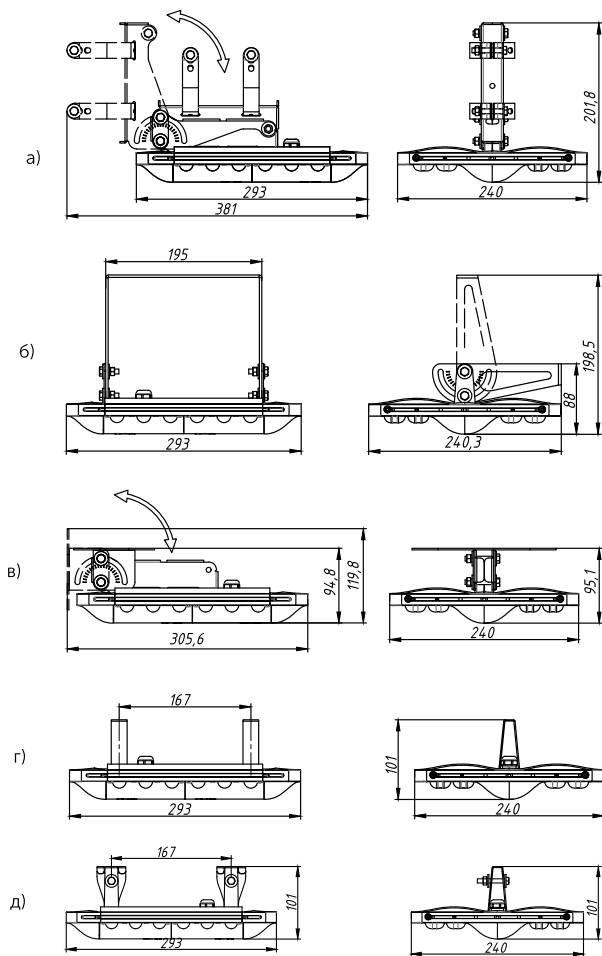

Рисунок 2 – Варианты крепления светильника Nova (на примере Nova 50Вт Ш1):
3.3. Конструкцией задней части светильника предусмотрена установка системы крепления (см. рисунок 2). В зависимости от варианта установки светильника существует 5 типов крепления:
- 5.4.2. Открутите боковую крышку. Распакуйте крепление и установите на светильнике. (см рисунок 2, а). Заведите крепление в паз на корпусе светильника. Для фиксации крепления на корпусе светильника имеются 2 отверстия. Совместите отверстия на креплении с отверстиями на корпусе. Вкрутите два винта М3, идущих в комплекте для фиксации крепления на корпусе светильника. Прикрутите боковую крышку. Финальное расположение крепления Консоль указано на рисунке 2, а.
- 5.5.1. Открутите боковую крышку. Распакуйте крепление и установите на светильнике. (см рисунок 2, б). Заведите крепление в паз на корпусе светильника. Для фиксации крепления на корпусе светильника имеются 2 отверстия. Совместите отверстия на креплении с отверстиями на корпусе. Вкрутите два винта М3, идущих в комплекте для фиксации крепления на корпусе светильника. Прикрутите боковую крышку. Финальное расположение крепления Скоба указано на рисунке 2, б.
- 5.5.2. Подготовьте поверхность, разметьте места крепления под скобу, согласно расположению отверстий на скобе (см. рисунок 2, б), просверлите отверстия.
5.6.1. Открутите боковую крышку. Распакуйте крепление и установите на светильнике. (см рисунок 2, в). Заведите крепление в паз на корпусе светильника. Для фиксации крепления на корпусе светильника имеются 2 отверстия. Совместите отверстия на креплении с отверстиями на корпусе. Вкрутите два винта М3, идущих в комплекте для фиксации крепления на корпусе светильника. Прикрутите боковую крышку. Финальное расположение крепления Кронштейн указано на рисунке 2, в.
5.6.2. Подготовьте поверхность, разметьте места крепления под кронштейн, согласно расположению отверстий на ответной части кронштейна (см. рисунок 2, в), просверлите отверстия.
5.7.1. Открутите боковую крышку. Распакуйте крепление и установите на светильнике. (см рисунок 2, г). Заведите крепление в паз на корпусе светильника. Для фиксации крепления на корпусе светильника имеются 4 отверстия. Совместите отверстия на креплении с отверстиями на корпусе. Вкрутите четыре винта М3, идущих в комплекте для фиксации крепления на корпусе светильника. Прикрутите боковую крышку. Финальное расположение крепления Подвес указано на рисунке 2, г.
5.8.1. Открутите боковую крышку. Распакуйте крепление и установите на светильнике. (см рисунок 2, д). Заведите крепление в паз на корпусе светильника. Для фиксации крепления на корпусе светильника имеются 4 отверстия. Совместите отверстия на креплении с отверстиями на корпусе. Вкрутите четыре винта М3, идущих в комплекте для фиксации крепления на корпусе светильника. Прикрутите боковую крышку. Финальное расположение крепления Трос указано на рисунке 2, д.